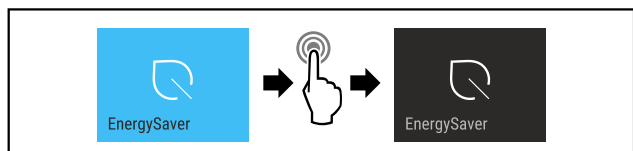

Fig. 15
- ▶ Genomför stegen (se Fig. 15).